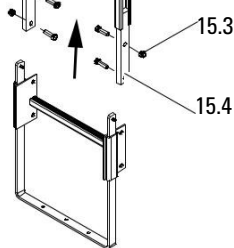

Fig. B1.38
3. Монтирайте петата на стълбата (30) (15.4) с болтове SW 19 (15.3). (Fig. B1.38)